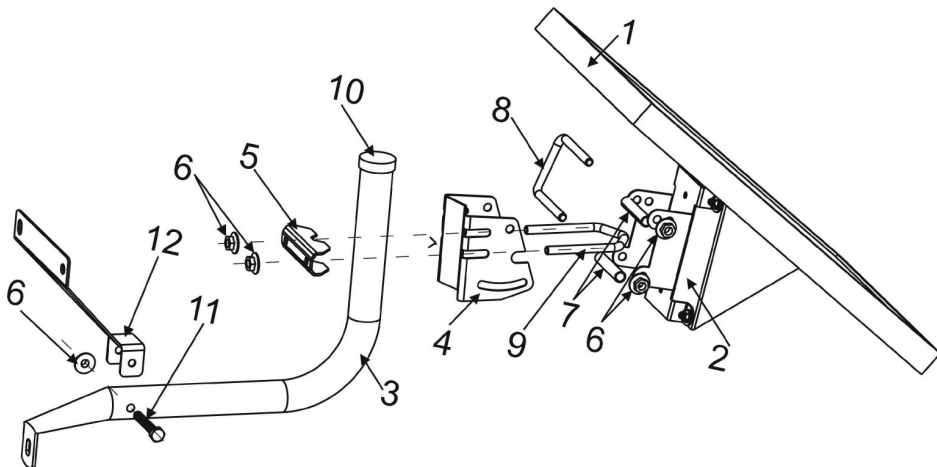
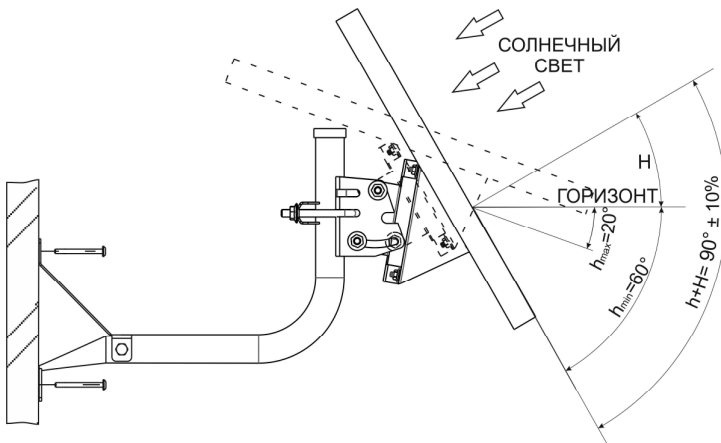

Рис.1
Рис.2
Несущая конструкция СБ представляет собой опорный кронштейн 3 совмещенный с поворотным кронштейном 4 предназначенным для задания необходимого положения СБ в вертикальной и горизонтальной плоскости (см. рис.1)
- закрепить опорный кронштейн (поз. **3,6,11,10,12** см. рис. 1) на стене или любой другой вертикальной плоскости предварительно произведя разметку под крепление (к стене либо другой вертикальной конструкции) в соответствии с расположением крепежных отверстий (см.рис.2).
- зафиксировать СБ на опорном кронштейне собрав конструкцию (см. рис. 1). Установить между щеками поворотного кронштейна **4** щеки опоры **2** и закрепить хомутом **8**, вставив между щеками опоры распорные втулки **7** и установить снаружи гайки М8 с насечкой **6**.
Наиболее эффективная работа происходит при полном освещении солнечной батареи и **перпендикулярном** падении солнечных лучей на модуль (см. рис.2).
Рекомендуем изменять угол наклона солнечной батареи дважды в год лето/зима (см. рис.2). Небольшие отклонения до 5-10 градусов от оптимальных значений не существенно сказываются на эффективности генерации.